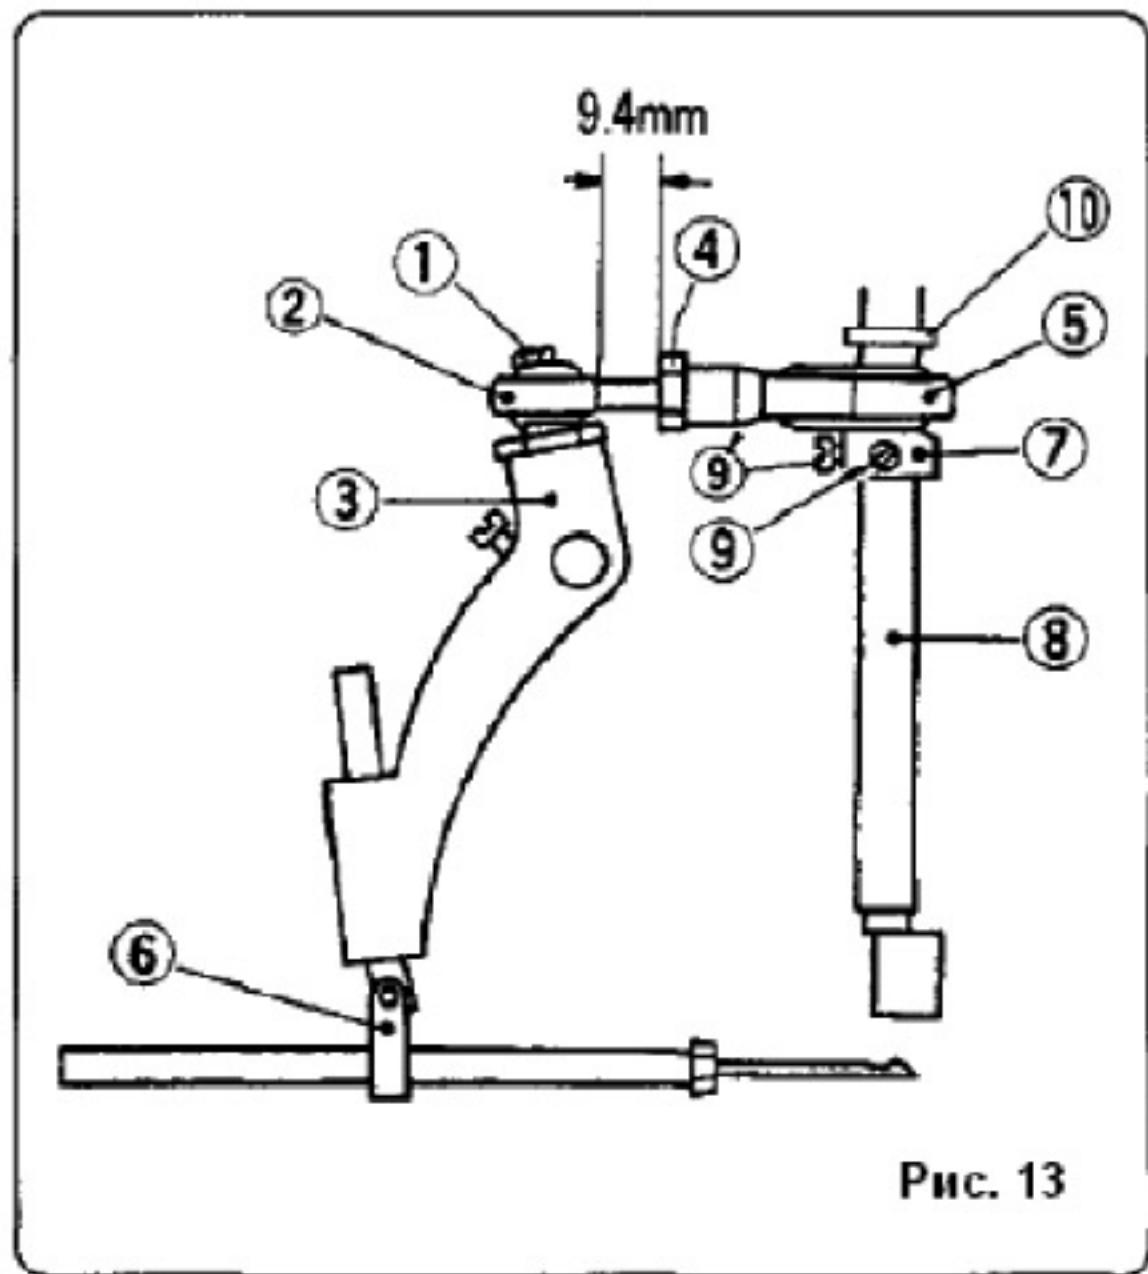
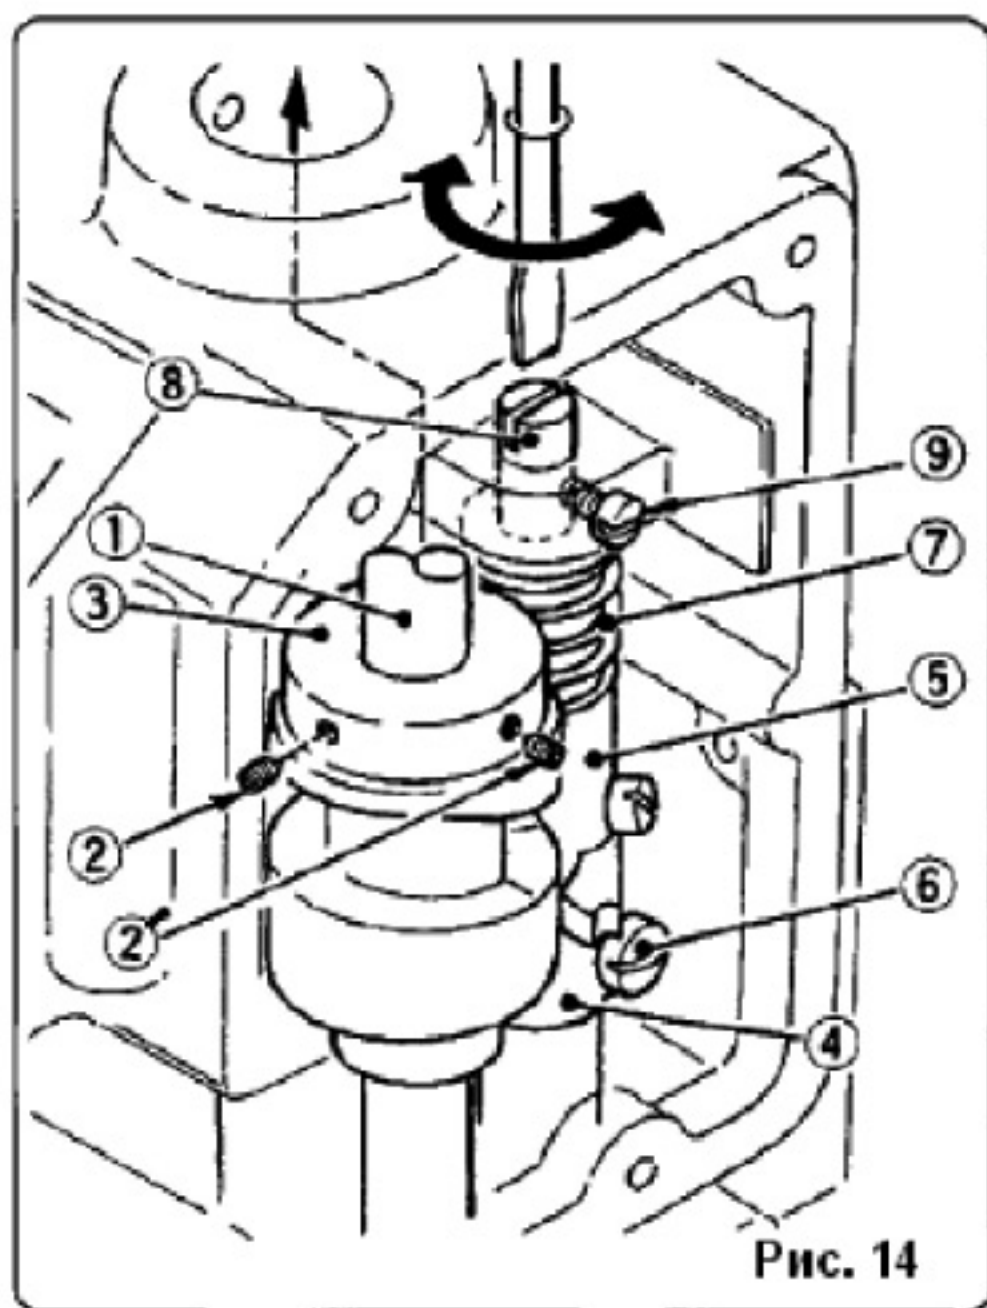

Рис. 13
Рис. 14
Положение иглы регулируется так, чтобы расстояние от кончика иглы (в наивысшем положении) до игольной пластины было 13 мм. Для этого ослабьте винт крепления игловодителя (6). См. рис. 13.
- (1) Винт 11/64S40084
- (2) Шаровая опора 6A04001
- (3) Коромысло 242051A
- (4) Гайка 1N8
- (5) Соединительное звено 242011A
- (6) Крепление игловодителя 242101A
- (7) Кулачок эксцентрика 242011
- (8) Главный вал 241102
- (9) и (9) Винт 11/64S40001
- (10) Прокладка 241161
Регулировка кулачка привода петлителя (3). См. рис. 14
- а) Ослабьте винты (2) и (2) на конусе главного вала (1).
- б) Отрегулируйте плечо (B) (4) так, чтобы кулачок привода петлителя (3) и плечо (A) (5) двигались равномерно. После регулировки затяните винт (6).
- с) Зазор между кулачком привода петлителя (3) и плечом (5) регулируется пружиной (7). Ослабьте винт (9) и поворачивайте держатель пружины (8) для регулировки давления пружины (7). После регулировки затяните винт (9) для запора держателя пружины (8).
- (1) Главный вал 241102
- (2) и (2) Винт 15/64S28524
- (3) Кулачок привода петлителя 243012
- (4) Плечо (B) вала привода петлителя 243081
- (5) Плечо (A) вала привода петлителя 243071
- (6) Винт 11/64S40009
- (7) Пружина 243131
Замена и регулировка шарового механизма (рис. 13).